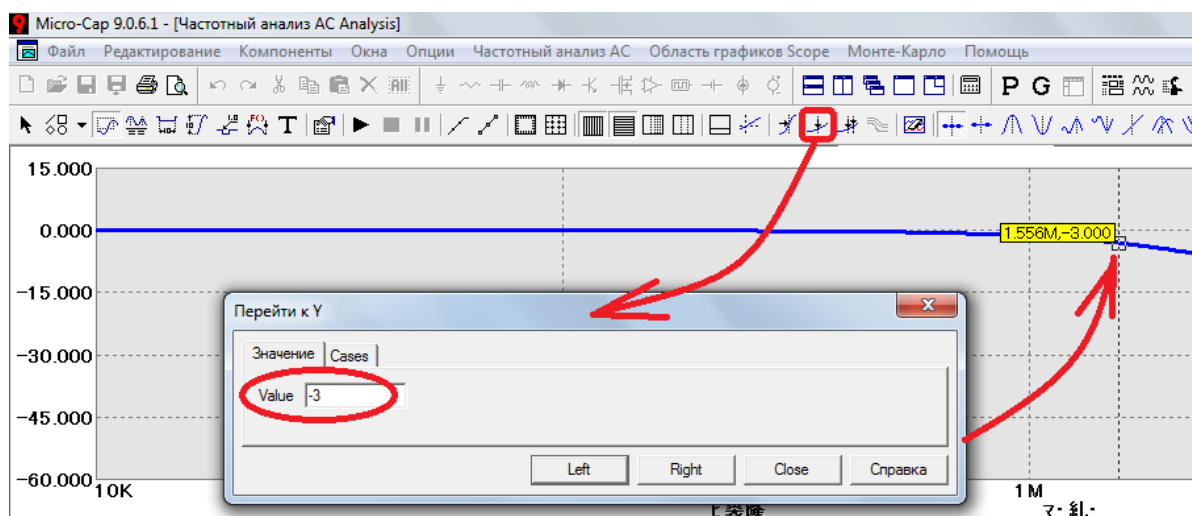

Рис.13. Область графиков: выбор точки с заданной координатой по ОУ
8. На получившейся диаграмме АЧХ измерить полосу пропускания, для чего в меню выбрать кнопку – «Перейти к $Y=...$ » или воспользоваться сочетанием клавиш «Ctrl+Shift+Y» (рис.13). после этого в жёлтом окне появятся координаты точки на диаграмме, зная которые можно вычислить частоту среза и полосу пропускания.